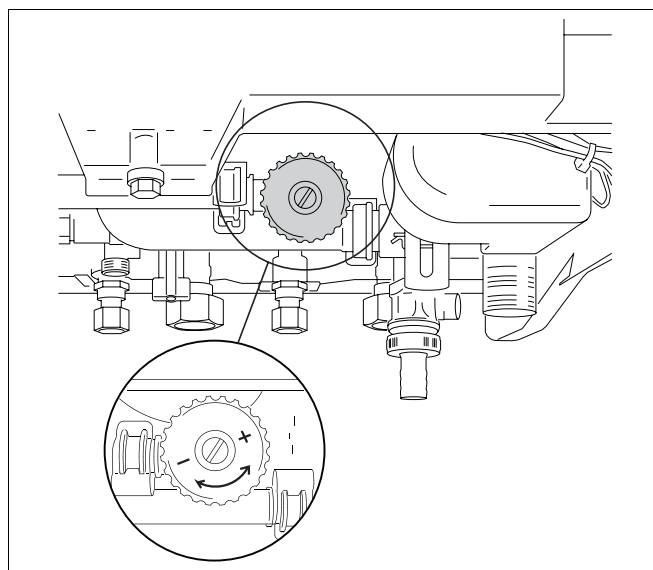

Bild 27 Mengenbegrenzer für Warmwasser
- Die Durchflussmenge kann am Wassermengenbegrenzer (→ Bild 27) eingestellt werden.